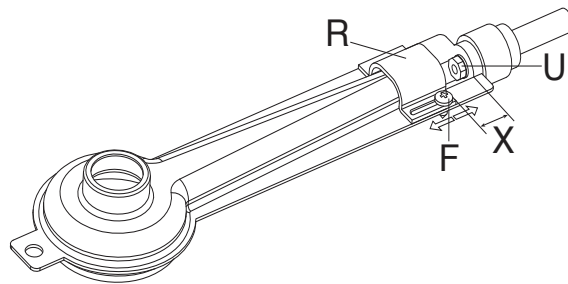

Fig. 6
3. Svitare la vite "F" del tubo venturi (fig. 6, fig. 7) ed aprire completamente il regolatore dell'aria "R".
4. Svitare gli iniettori (U) e sostituirli con quelli adatti al gas in uso e forniti con l'apparecchio. Consultare la tabella a pag. 33.